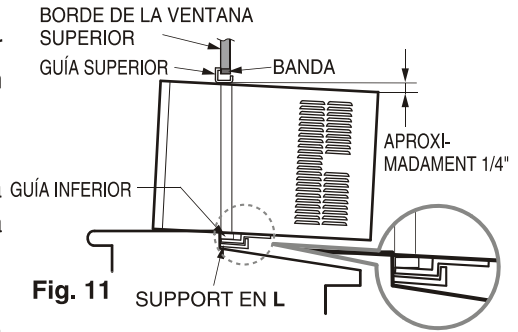

Fig. 11
b. Mientras mantiene el aire acondicionado en posición, cuidadosamente baje el borde de la ventana superior hasta la guía superior del aire acondicionado, como en la Fig.11.